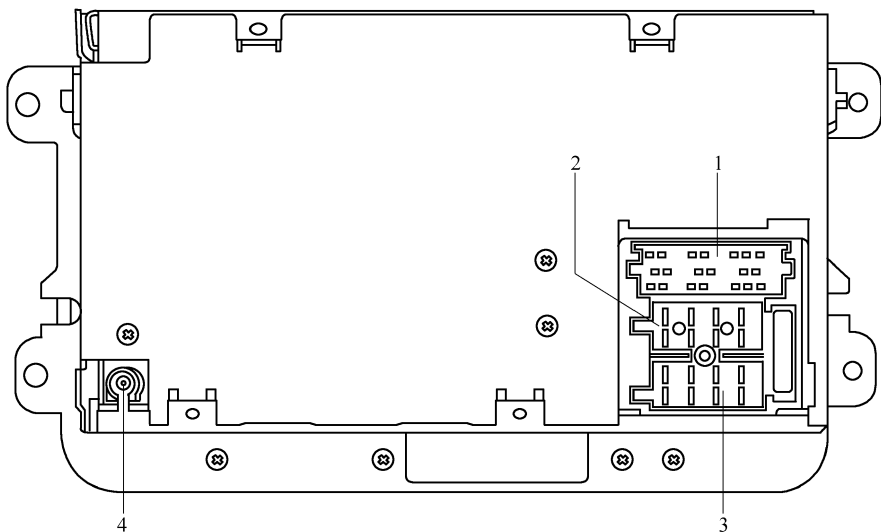

图 5-5-9 收音机“RCN 210”的插头
1) 收音机“RCN 210”的插头, 如图 5-5-9 所示。